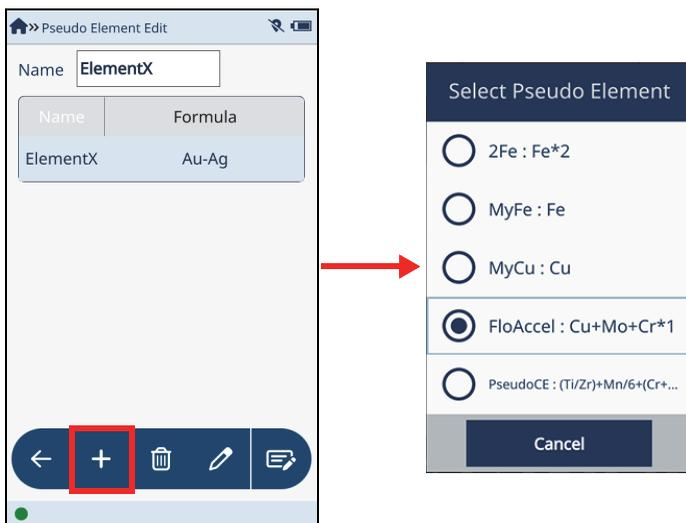

图 2-55 查看伪元素列表中的一个元素
7. 点击**返回**按钮（），显示**Pseudo Element Edit**（伪元素编辑）屏幕（参见第68页的图 2-55）。
8. 点击**Add**（添加）按钮（），以打开**Select Pseudo Element**（选择伪元素）对话框（参见第68页的图 2-55）。